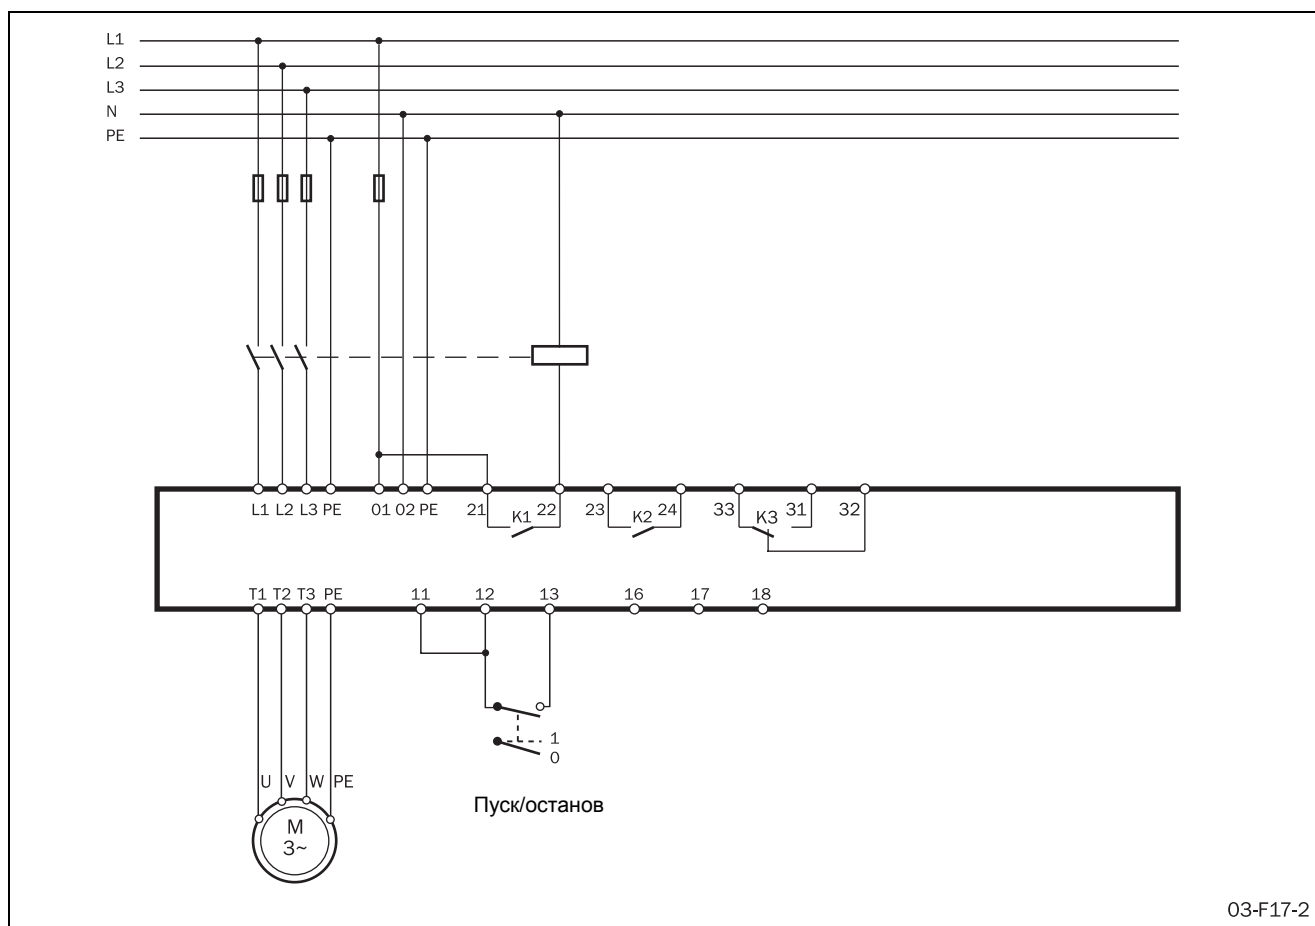

Рис. 24 Стандартное подключение
- Подключите двигатель в соответствии с Рис. 24.